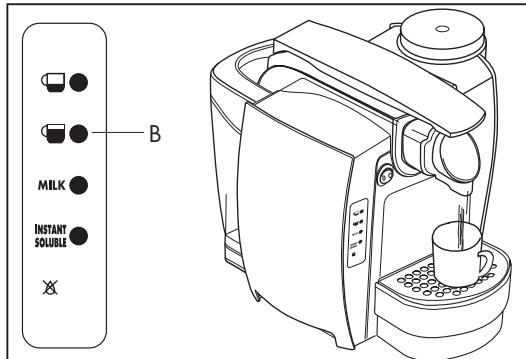

Fig.7
- Premere il tasto risciacquo (B) **(Fig. 7)** ed attendere la fine dell'erogazione.
Per preparare correttamente un caffè espresso posizionare la griglia (3) alla massima altezza **(Fig. 7)**